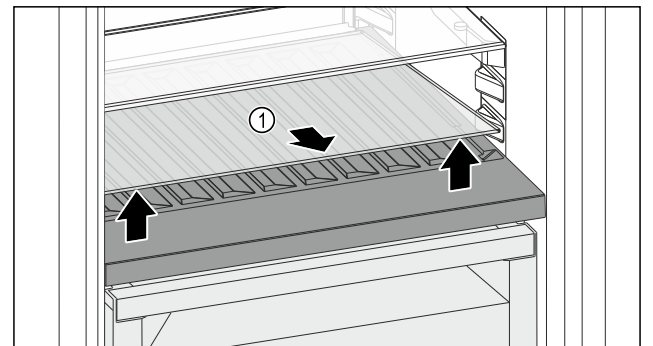

Fig. 151
- ▶ 抬起前部槽上的玻璃隔板 Fig. 151 (1) 并取出。
- ▶ 将玻璃隔板 Fig. 151 (1) 稳妥地放在冰箱外。
- ▶ 将玻璃隔板 (2) 放入可调瓶架下方。